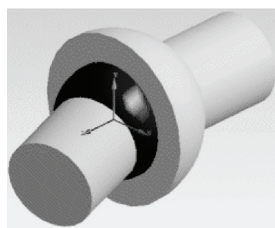

图 16-6 球面连接
- Spherical Joint——球面连接，限制 UX, UY, UZ，如图 16-6 所示。